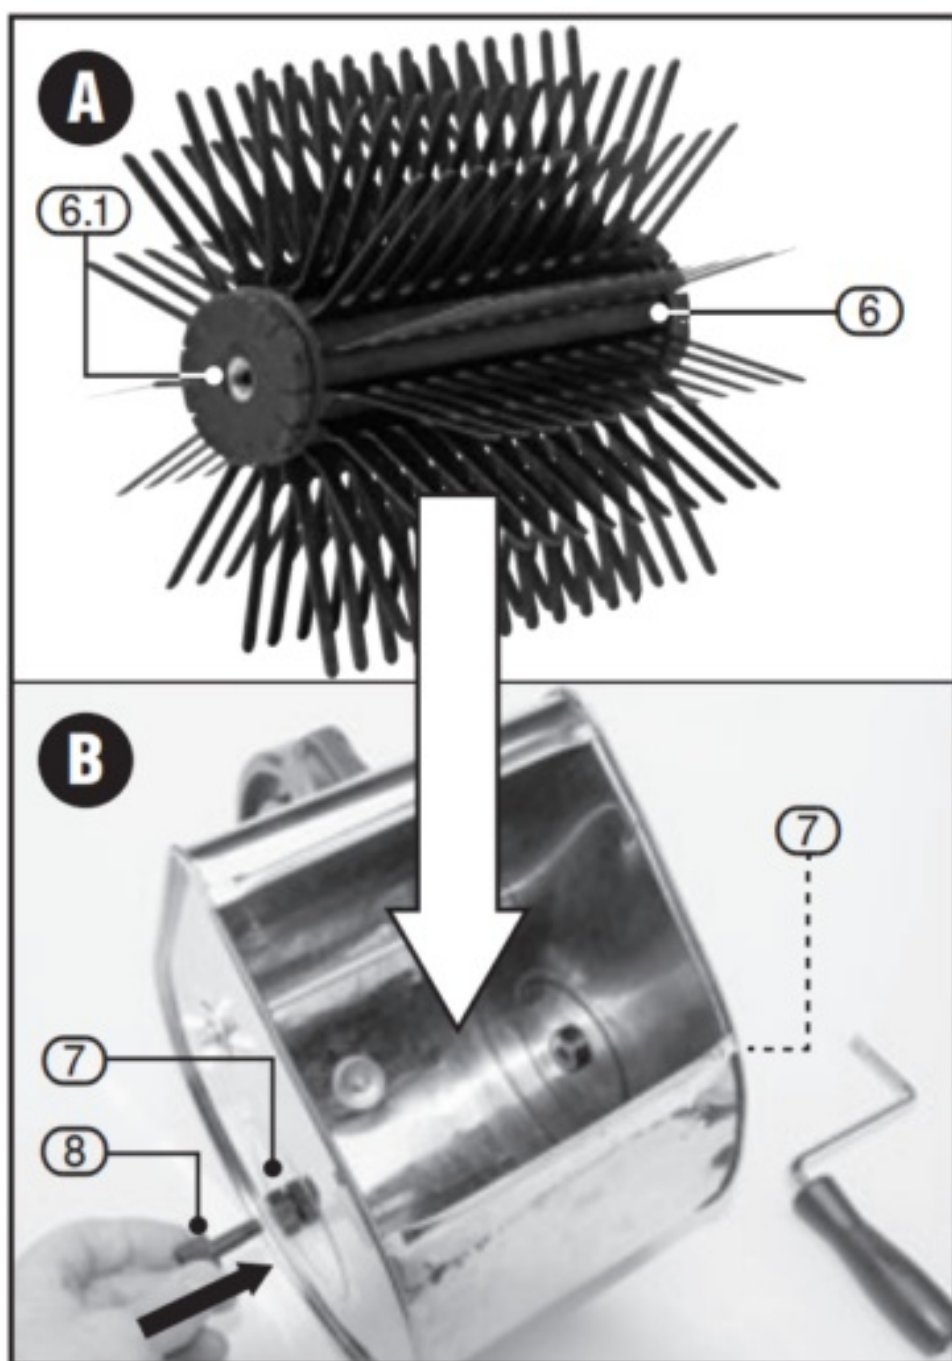

FIG.1
- 7.1 INSTALLING THE ROLLER AND DRIVE HANDLE FIGS.1
INSTALLING THE ROLLER AND DRIVE HANDLE FIGS.1 2